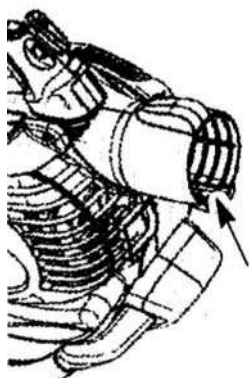

Fig.3-1
1. Poussez le tube pour sac au niveau de l'orifice de sortie de l'appareil et faite une rotation du tube jusqu'à ce que les trous pour fixer les vis soient visibles. (Fig.3-1)